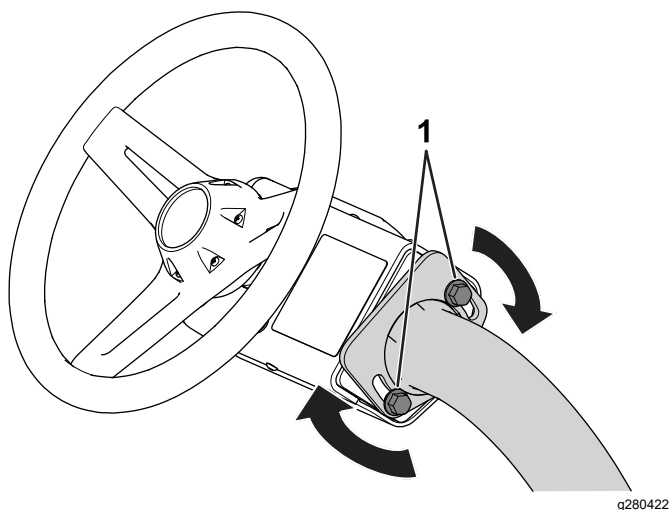

図 37
3. ボルト 図 37 を締め付けてハンドルアセンブリをステアリングアームに固定する。